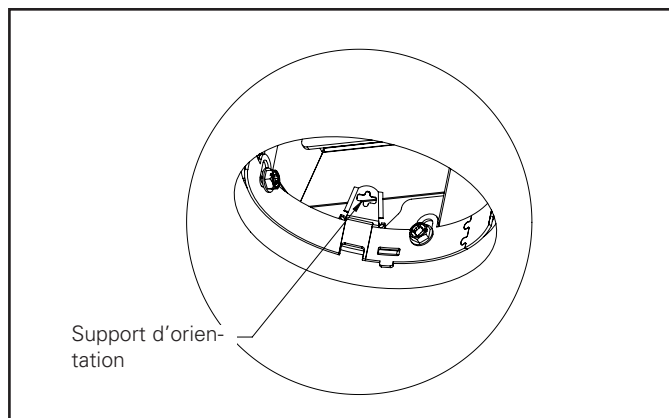

Figure 13B.
2. Tournez le mécanisme à la position souhaitée à l'aide du support d'orientation et d'un tournevis (Figure 13B). Serrez la vis à oreilles.
6. Orientez le mécanisme sur 180 degrés du pilote en utilisant un tournevis à tête cruciforme (consultez la Figure 13B).